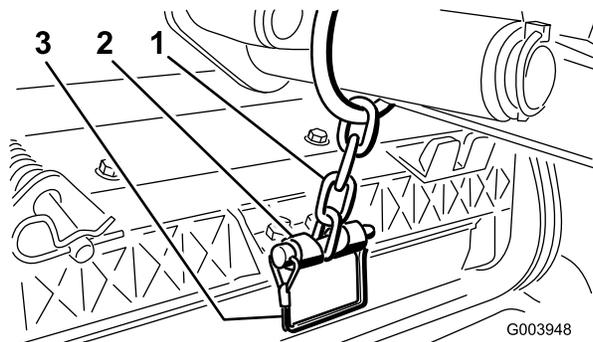

図12
12. スナップピンで、昇降アームのチェーンをチェーンブラケットに固定する 図12。カッティングユニットのオペレーターズマニュアルに従って、決められたリンクを使用すること。